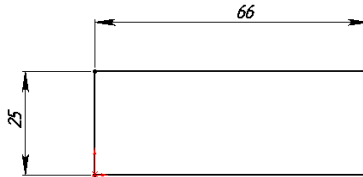

Рисунок 9.32 - Контур основи перегородки
1. Відкриємо нову деталь, увійдемо в ескіз і намалюємо контур основи перегородки. Основа має вигляд прямокутника розміром 66х25 мм (рис. 9.32).